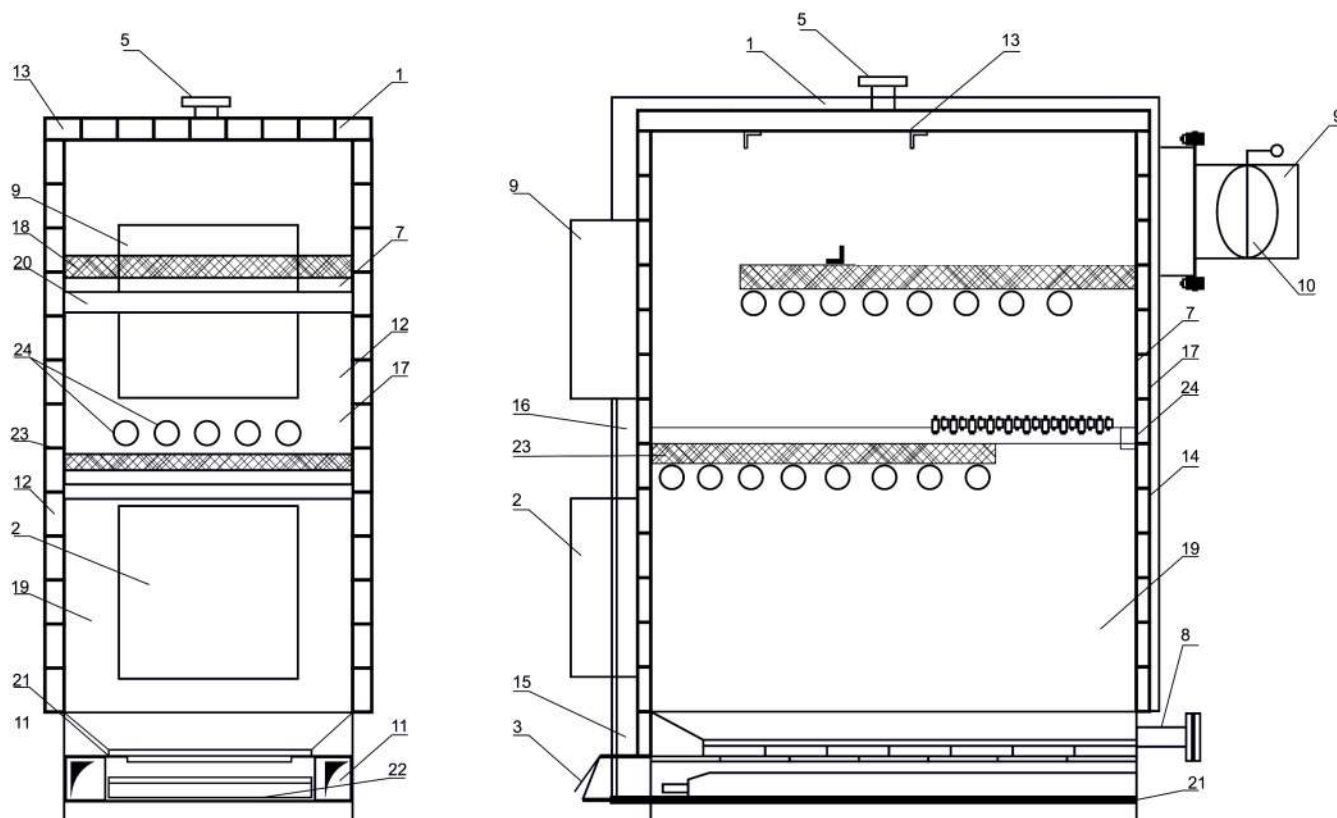

Рисунок 2 – Состав и устройство Котлов моделей Р 52 - 102 в базовой комплектации
Внутреннее пространство каркаса предназначено для загрузки топлива и сжигания топлива. Внутренний объем каркаса условно разделяется на две зоны: нижнюю камеру загрузки топлива (пиролиза) и верхнюю камеру дожига пиролизных газов. Полка камеры дожига футерована огнестойкой плитой из вермикулита (15), служащей для увеличения температуры в камере дожига и защиты от высокой температуры стенки рубашки, проходящей в зоне камеры дожига. Вермикулитовая плита свободно размещается на полке водяной рубашки (см. рис. 2г). В зоне камеры дожига пиролизных газов размещаются эжекторы (6). Эжектор представляет собой трубу с отверстиями из толстостенной цельнотянутой трубы, рассчитанными на определенную мощность Котла. Эжекторы устанавливаются в